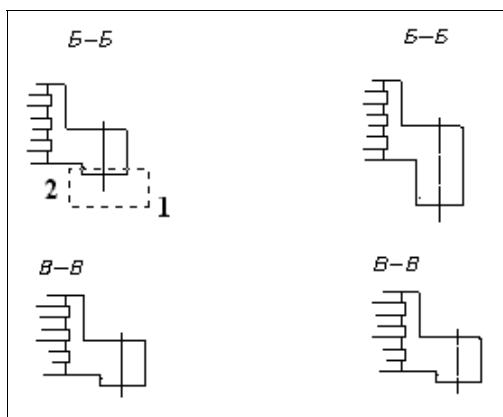

Рис. 6.13. Выбранный секущей рамкой выступ до и после растяжения командой **Stretch**
2. Выберите секущей рамкой справа налево от точки 1 к точке 2 (рис. 6.13) нижний выступ разреза. Секущая рамка должна пересекать боковые стороны выступа и включать в себя нижний его отрезок. Для завершения выбора объектов нажмите клавишу <Enter>.